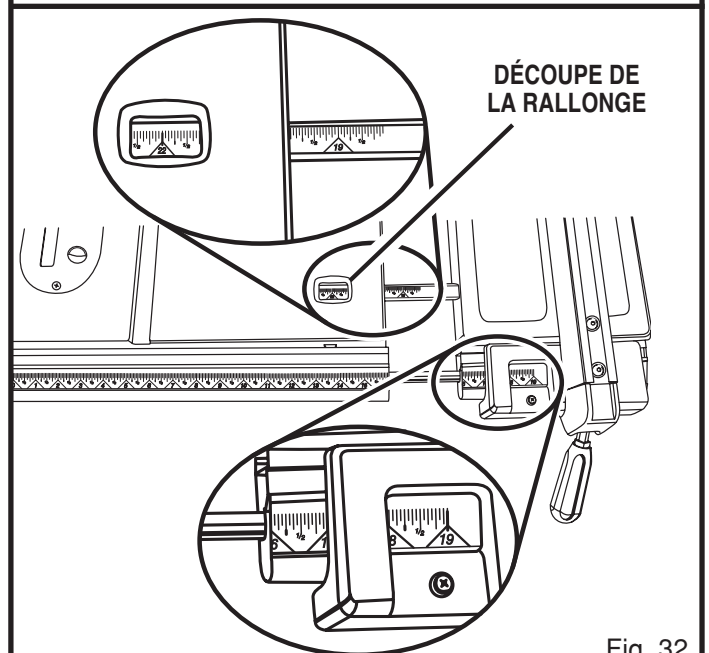

Fig. 32
Voir la figure 32.
- Set Régler le guide le guide longitudinal sur 48,26 cm (19 po) comme le montre la figure 32.